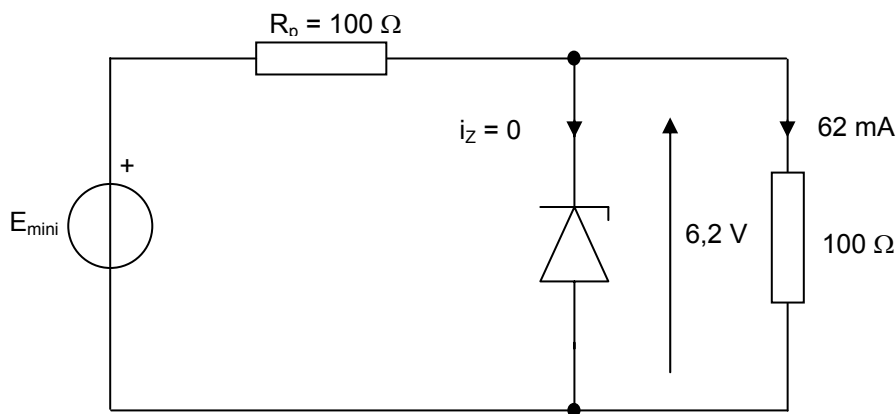

Figure 89
15.2 Suivant le même raisonnement que pour la question 14.2.3, un courant de 62 mA traverse la résistance  $R_c$  lorsque l'on arrive au point limite entre la Zener récepteur de tension idéal et la Zener interrupteur ouvert (voir Figure 89).